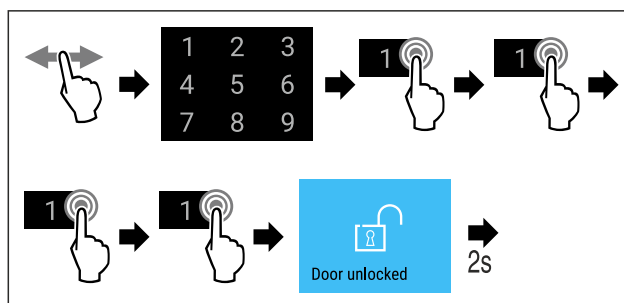

Fig. 77 Zablokování dveří kódem 1 1 1 1.
- Provedte akční kroky (viz Fig. 77).